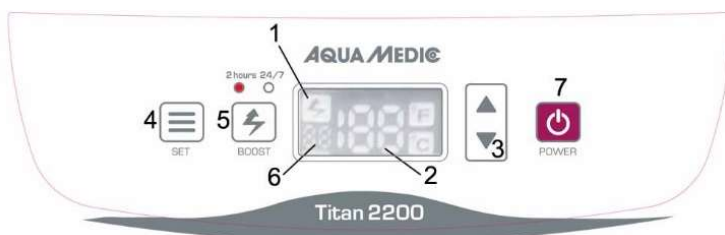

Fig. 1: Display Titan 200 – 2200
**Programmeren:** De display toont de actuele temperatuur en het setpoint. Om uit te schakelen houdt u de aan/uit-knop (Fig. 1, No. 7) ingedrukt totdat het scherm uitgaat.
**Boost functie: Door de BOOST knop in te drukken (Fig. 1, No. 5) zal de ventilator output verhoogd worden. Dit maakt het voor de koeler mogelijk de warmte een stuk sneller af te voeren. Maar dit zal ook meer geluid opleveren. De boost functie kann slechts voor 2 uur gebruikt worden (de LED onder "2 hours" zal oplichten) of permanent (de LED onder 24/7 zal oplichten).**